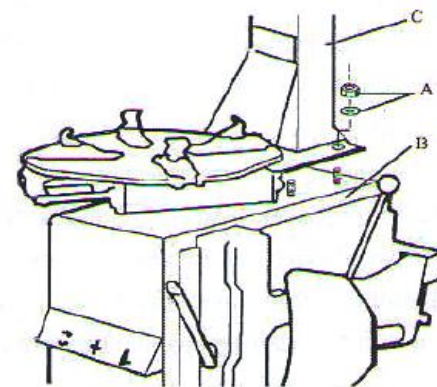

Рис.3
2) Открутить гайку А на корпусе В, как показано на рис. 3. Поднять колонну С, установить ее на корпус станка, закрутив гайку А на болт, размещенный в корпусе В. Затянуть крепление с усилием. См. рис. 3.